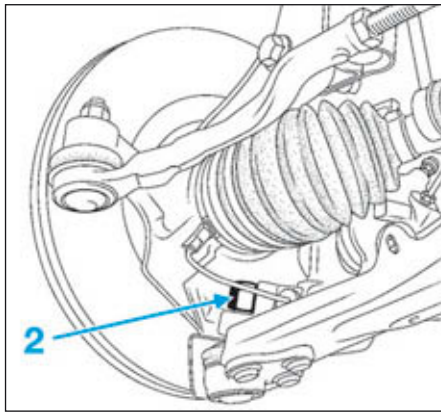

FIG.6
- Désaccoupler la rotule inférieure de pivot après avoir déposé l'écrou (2) (Fig.6).